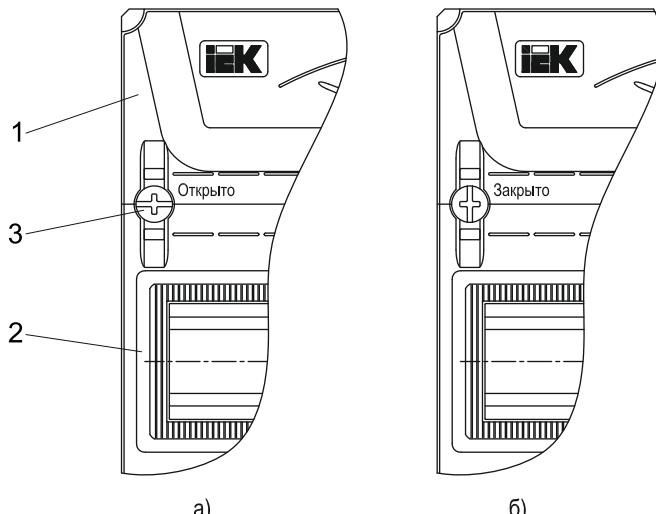

Рисунок 2 – Оперативная панель
4.4 Оперативная панель выполнена сборной, состоящей из торцевых (1) и линейных (2) модулей и крепёжных клипс (3) (рисунок 2). На линейных модулях имеются окна для выхода модульной электроаппаратуры, в нижнее окно установлена заглушка (только для корпусов с двумя и более окнами).
6.1 Открыть дверь корпуса и посредством отвёртки повернуть крепёжные клипсы на оперативной панели на угол 90° (шильц на головке клипсы должен встать параллельно Т-образной направляющей TH35-7,5 (ГОСТ IEC 90715), при этом панель отщёлкнется со стоеч, и её можно снять (рисунок 2а). Торцевым гаечным ключом на 10 мм открутить гайки и демонтировать из оболочки монтажную раму.
6.5 Установить оперативную панель. Для этого повернуть крепёжные клипсы таким образом, чтобы шлиц на головке встал перпендикулярно Т-образной направляющей TH35-7,5 (ГОСТ IEC 60715), и надавить на них, при этом панель защёлнется в стойке (рисунок 2б). Не использованные под электроаппараты окна на оперативной панели закрыть заглушками.